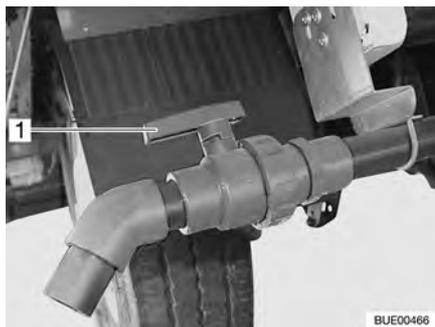

Fig. 178 Rubinetto di scarico
- Girare la maniglia (Fig. 178,1) del rubinetto di scarico nella direzione di scorrimento.